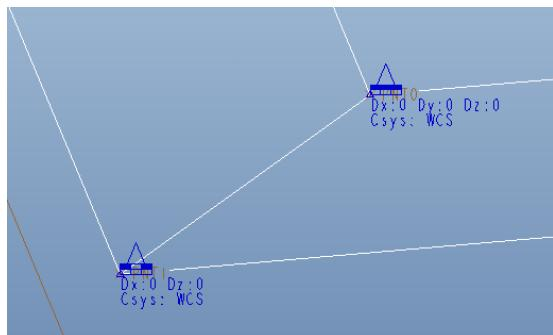

Рис. 7. Исследование закреплений
- Увеличьте зону, как показано на рис. 7. Обратите внимание, на различие иконок закреплений в графическом окне.